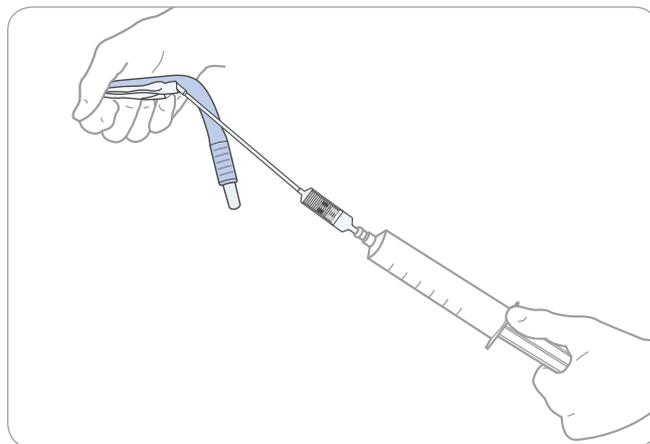

Abbildung 7. Entleeren des LMA® Gastro™ Cuff Pilot™
1. Nach dem festen Anschluss einer Spritze mit mindestens 50 ml am Befüllungsport die Spritze und das Produkt genau wie in **Abbildung 7** gezeigt halten. Die angeschlossene Spritze vom Produkt wegziehen, bis die Befüllungsleitung wie gezeigt leicht gedehnt ist. Mit einer behandschuhten Hand das distale Ende des Produkts zwischen Zeigefinger und Daumen zusammendrücken und dabei Luft ablassen, bis ein Vakuum vorliegt.
2. Beim Entleeren das Produkt so halten, dass das distale Ende anterior leicht gekrümmt ist (siehe **Abbildung 7**).